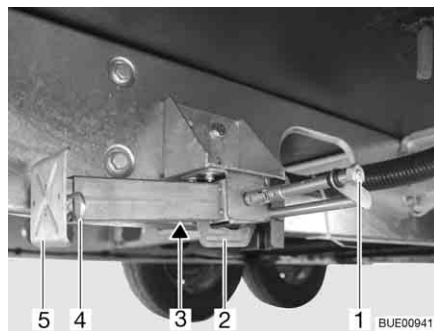

Fig. 45 Apoyo de elevación
- Colocar la llave de vaso en el hexágono (Fig. 45,1) y girarla hasta que el apoyo de elevación quede verticalmente hacia abajo.
- En caso de que la longitud del apoyo de elevación sea ajustable, extraer la clavija hendida (Fig. 45,4) de la prolongación del pie de apoyo (Fig. 45,5).
- Colocar la llave de vaso en el hexágono (Fig. 45,1) y girarla hasta que el apoyo de elevación esté de nuevo libre del suelo.
- Introducir totalmente la prolongación del pie de apoyo (Fig. 45,5) e introducir la clavija hendida (Fig. 45,4) en el orificio previsto para ello que hay en la prolongación del pie de apoyo.
- Girar el hexágono (Fig. 45,1) hasta que el apoyo de elevación se haya girado hacia arriba y la guía (Fig. 45,2) tenga contacto con el extremo de la ranura (Fig. 45,3).